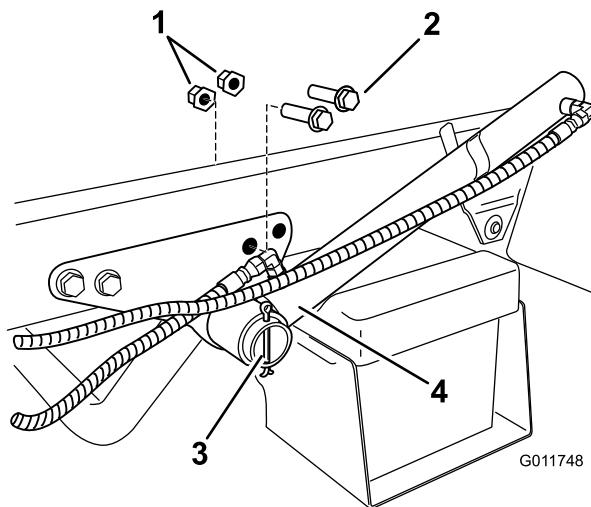

Figura 17
- Localice y retire los dos pernos y tuercas con arandela prensada traseros del soporte del cilindro de elevación (Figura 17). Guarde estos herrajes para su uso futuro.